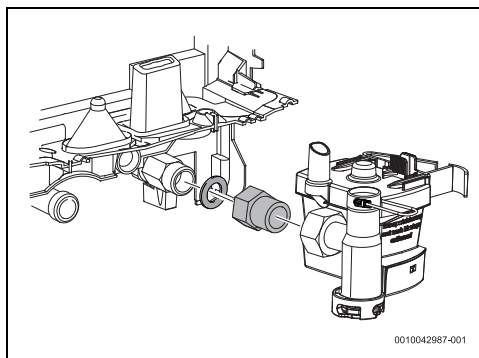

Bild 30 Zusätzliche Buchse
- Zusätzliche Buchse anbringen, um die ordnungsgemäße Installation des Aquastop-Systems zu ermöglichen (Bild 30).